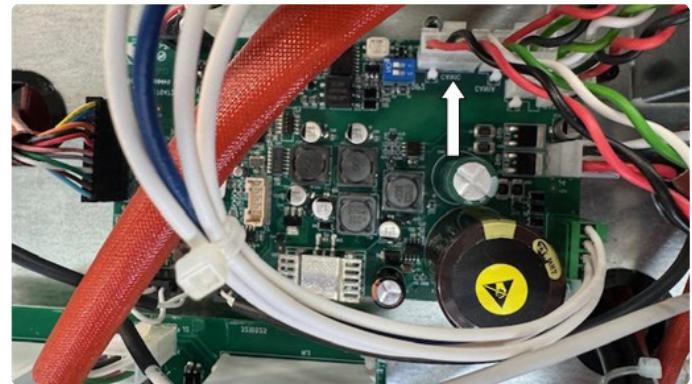

Fig. 6
- ◆ Conecte el conector de 4 polos en el extremo opuesto de la conexión 5587505 (pos.3) al conector CAN1C del circuito de control 5602685 ubicado encima del túnel como se muestra en la fig.6